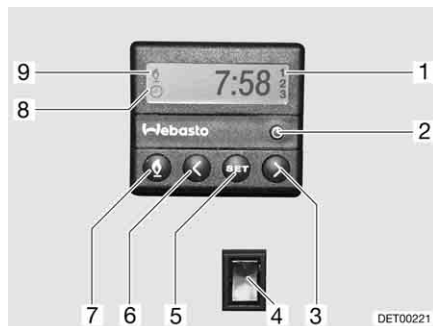

Fig. 80 Centralina di controllo per riscaldamento fisso
- Premere il tasto (Fig. 80,7). Il funzionamento del riscaldamento viene indicato con il simbolo (Fig. 80,9). La ventola viene inserita solo quando la temperatura dell'acqua di raffreddamento è pari a 30 °C.
- Premere il tasto (Fig. 80,7). Il simbolo (Fig. 80,9) si spegne.
- Premere l'interruttore (Fig. 80,4) in basso. Il motore viene preriscaldato. La ventola viene inserita immediatamente.
- Premere l'interruttore (Fig. 80,4) in alto. Il motore rimane freddo.
- Premere il tasto (Fig. 80,2). L'impostazione dell'ora viene indicata con il simbolo (Fig. 80,8).
- Impostare l'ora con i tasti (Fig. 80,3 e 6).
- Premere il tasto (Fig. 80,5).
- Impostare l'orario di accensione con i tasti (Fig. 80,3 e 6) entro 10 secondi.
- Premere il tasto (Fig. 80,5) fino a che nel display (Fig. 80,1) non appare il numero di programmazione desiderato.